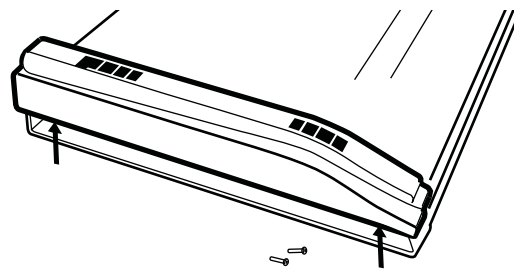

Abb. 2-4 Verbindungsteil und Seitenwand entfernen
2. Heben Sie das schwarze Plastikverbindungsteil und die Seitenwand hoch und weg von der MC Mix (Abb. 2-4).